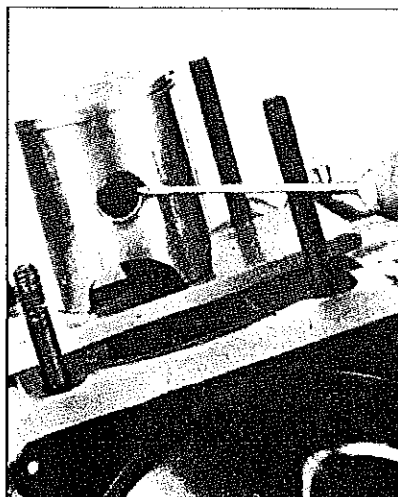

FIG. M6 - REMOÇÃO DOS ANÉIS DE RETENÇÃO
11. Remover os anéis de retenção do pino do pistão por meio de uma chave apropriada. Figura M6.